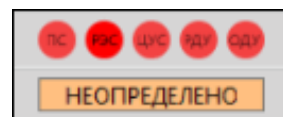

Рисунок 181 - Не определено
- **Не определено** – состояние ПКУ не определено из-за плохого качества сигнала (Рисунок 181).